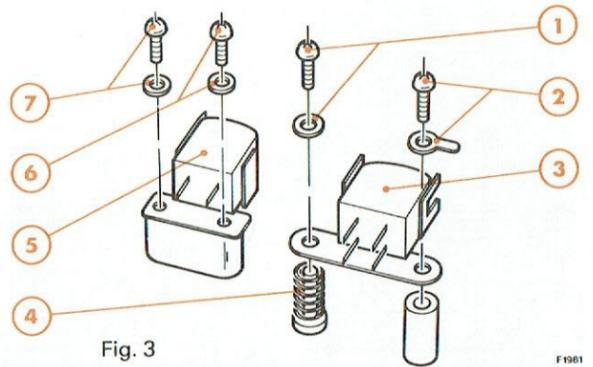

Fig. 3
H. DÉMONTAGE DES TÊTES D'ENREGISTREMENT/LECTURE ET D'EFFACEMENT (Fig. 3)
- 2° - Enlever les vis et rondelles (1) et (2).
- 3° - Retirer la tête d'enregistrement/lecture (3) et le ressort (4).
- 4° - Enlever les vis et les rondelles (6) et (7).
- 5° - Retirer la tête d'effacement (5).